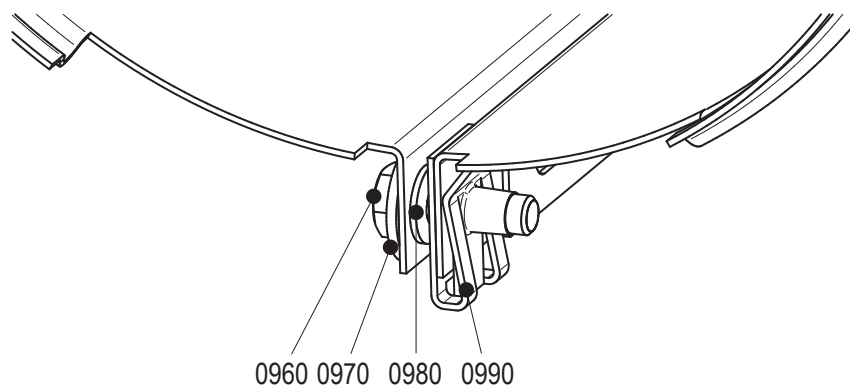

Figura 15: Instalação da cobertura.
- 1 Desaperte os parafusos (0960). Consulte o figura 15.
- 3 Feche a cobertura e coloque o parafuso (0960). Consulte o figura 15.
- 5 Feche a cobertura e coloque um parafuso (0230) e um parafuso (0960). Consulte o figura 15.